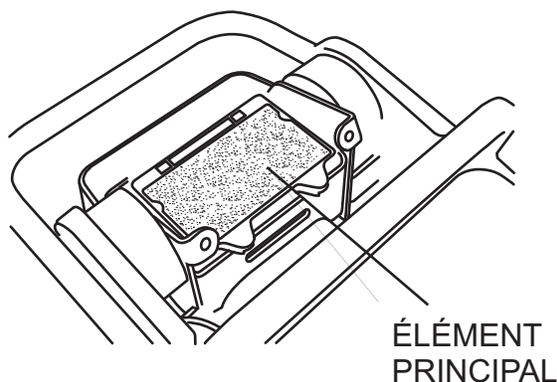

Figure 12. Élément principal du nettoyeur d'air
- Retirez le couvercle du filtre à air. Desserrez et retirez les 2 vis qui maintiennent l'ensemble du couvercle du filtre à air. Si l'élément principal (figure 12) est sale, lavez-le avec de l'essence ou du kérosène. Ensuite, trempez-le dans l'huile moteur (SAE10W-30) et essorez l'élément de sorte que 25 à 30 cc d'huile du moteur reste sur l'élément.